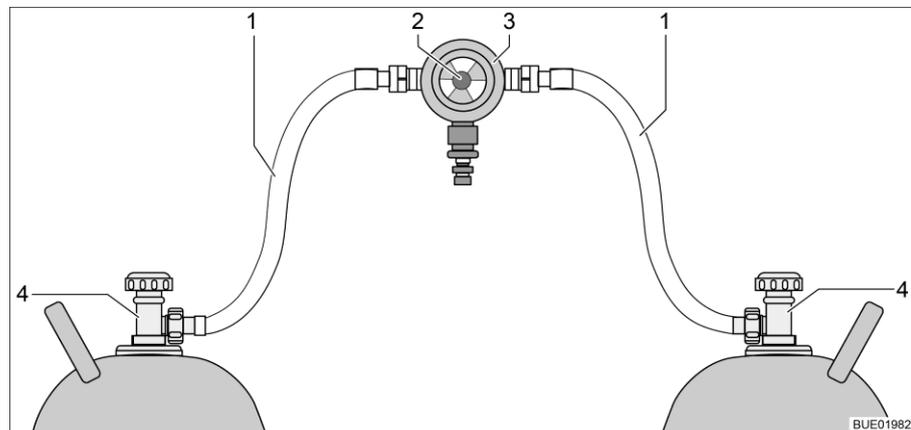
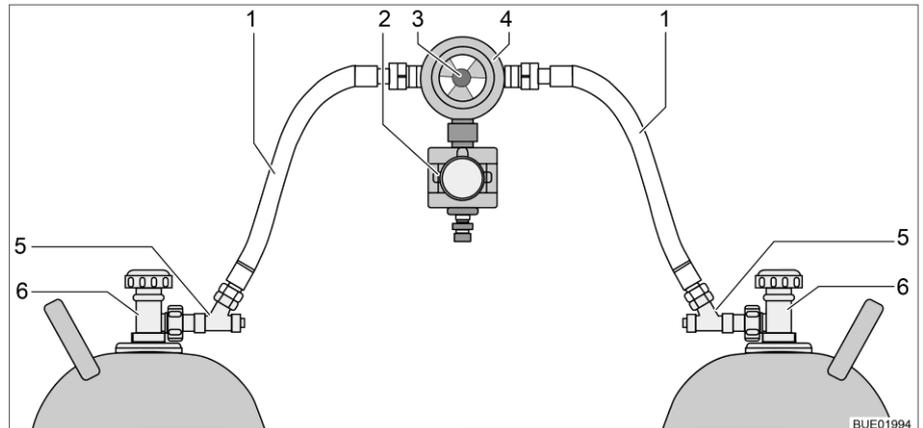

Fig. 127 Instalación de conmutación de bombonas de gas
Fig. 128 Instalación de conmutación de bombonas de gas con CPU
La instalación de conmutación de bombonas de gas consiste de un regulador de presión de gas combinado, con válvula selectora e indicador (Fig. 127,3). La instalación de conmutación de bombonas de gas está montada entre las dos gomas del gas (Fig. 127,1).
La instalación de conmutación de bombonas de gas consiste de un regulador de presión de gas combinado, con válvula selectora e indicador (Fig. 128,4) y una electroválvula (Fig. 128,2). En caso de una frenada a fondo, un accidente o una extrema posición inclinada, la electroválvula bloquea el suministro de gas al vehículo. La instalación de conmutación de bombonas de gas está montada entre las dos gomas del gas (Fig. 128,1) con dispositivos de seguridad en caso de rotura de manguera (Fig. 128,5).
Con el botón giratorio (Fig. 127,2 ó bien Fig. 128,3) en la instalación de conmutación de bombonas de gas se puede determinar cuál de las bombonas de gas se utilizará como bombona de servicio y cuál bombona de gas como bombona de reserva.
En la unidad de mando (Fig. 129) únicamente pueden conmutarse las funciones eléctricas. Las llaves de paso principales de las bombonas de gas (Fig. 127,4 ó bien Fig. 128,6) deben abrirse y cerrarse a mano.
- Abrir las llaves de paso principales en las bombonas de gas (Fig. 127,4 ó bien Fig. 128,6).
- Pulsar los dispositivos de seguridad en caso de rotura de manguera (Fig. 128,5), uno tras otro, por 10 segundos.
- Con el botón giratorio (Fig. 127,2 ó bien Fig. 128,3) en la instalación de conmutación, seleccionar la bombona de gas de la que habrá de tomarse el gas con prioridad (bombona de servicio). Girar el botón giratorio siempre hasta el tope.
- Cerrar las llaves de paso principales en las bombonas de gas (Fig. 127,4 ó Fig. 128,6).